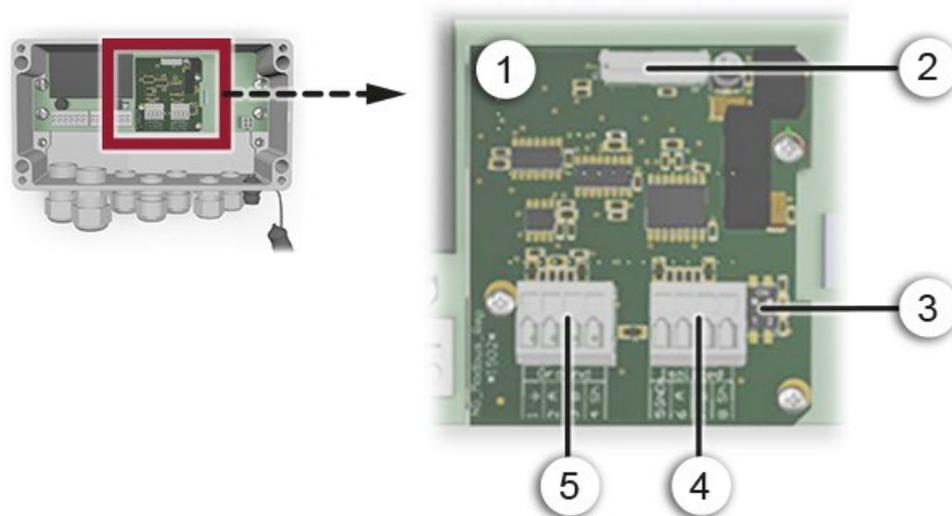

Figure 14: vue du module Modbus RTU dans le SIPOINT 2
- Si le photomètre se trouve en fin de boucle, le commutateur DIL S2/1 sur le module de connexion doit être en position active ON (Figure 14 **Fehler! Verweisquelle konnte nicht gefunden werden.**, pos. 3).